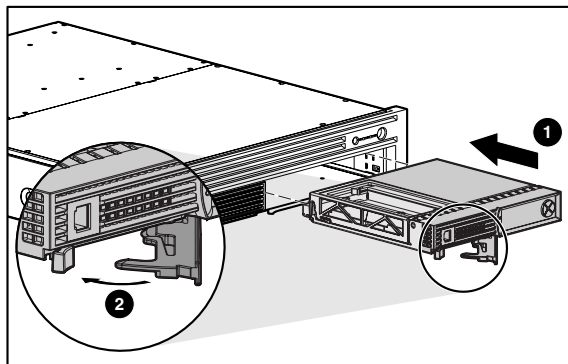

Figura 7: Instalación del Controlador
2. Empuje el Controlador hasta el fondo ❶ y presione el pestillo hasta que cierre en el panel frontal ❷ como se muestra en la Figura 7.